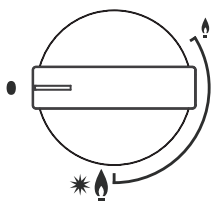

Рис.1
Установите соответствующий регулятор против часовой стрелки на максимальное значение (большой огонь, рис. 1) и нажмите регулятор.
- Когда оборудование не используется, всегда проверяйте, чтобы регуляторы были в выключенном положении (см. рис. 1).
- Если случайно вырывается огонь, предохранительный клапан автоматически прекратит подачу газа через несколько секунд. Для возобновления работы установите регулятор в положение зажигания (большой огонь, рис. 1) и нажмите ее.